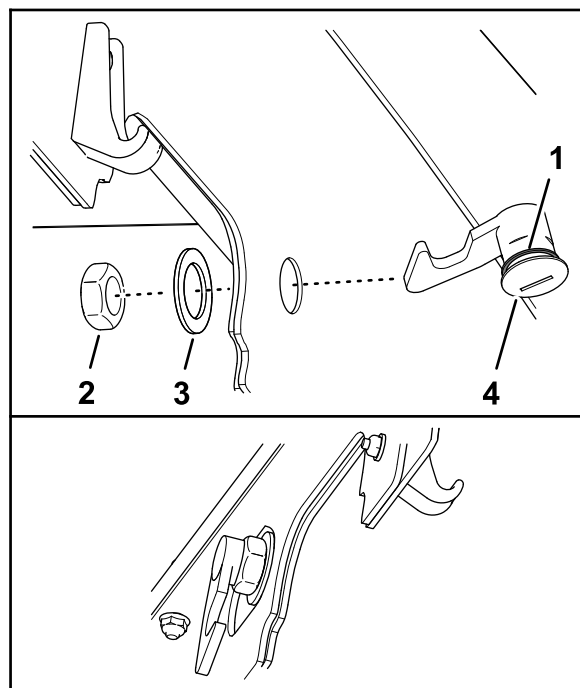

Figura 35
3. Assegure-se de que o vedante é montado na fechadura do capot (Figura 35).